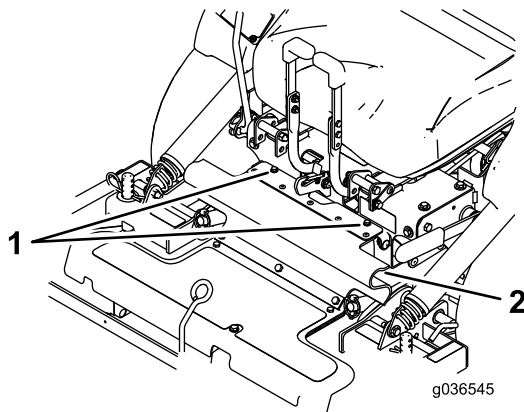

Figura 80
8. Afloje los pernos de sujeción del protector de goma (Figura 80).
8. Alinee la parte superior del protector de goma, y sujétela con los pernos de sujeción (Figura 80).